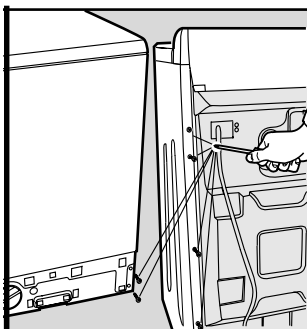

Рис.1
2. Снимите нижнюю панель, отвернув два винта справа внизу, а затем 6 задних винтов слева; удалите панель, слегка наклоняя и выдвигая ее (рис. 1, 2).